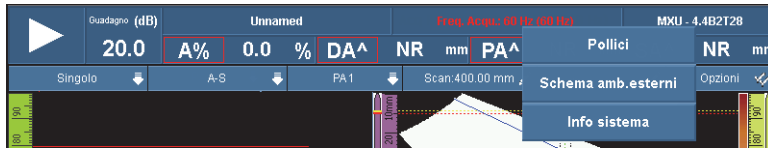

Figura 2-5 Il menu a scelta rapida Sistema
- Toccare in modo prolungato la sezione della versione MXU della schermata. Viene visualizzato il menu a scelta rapida Sistema (vedere Figura 2-5 a pagina 60).